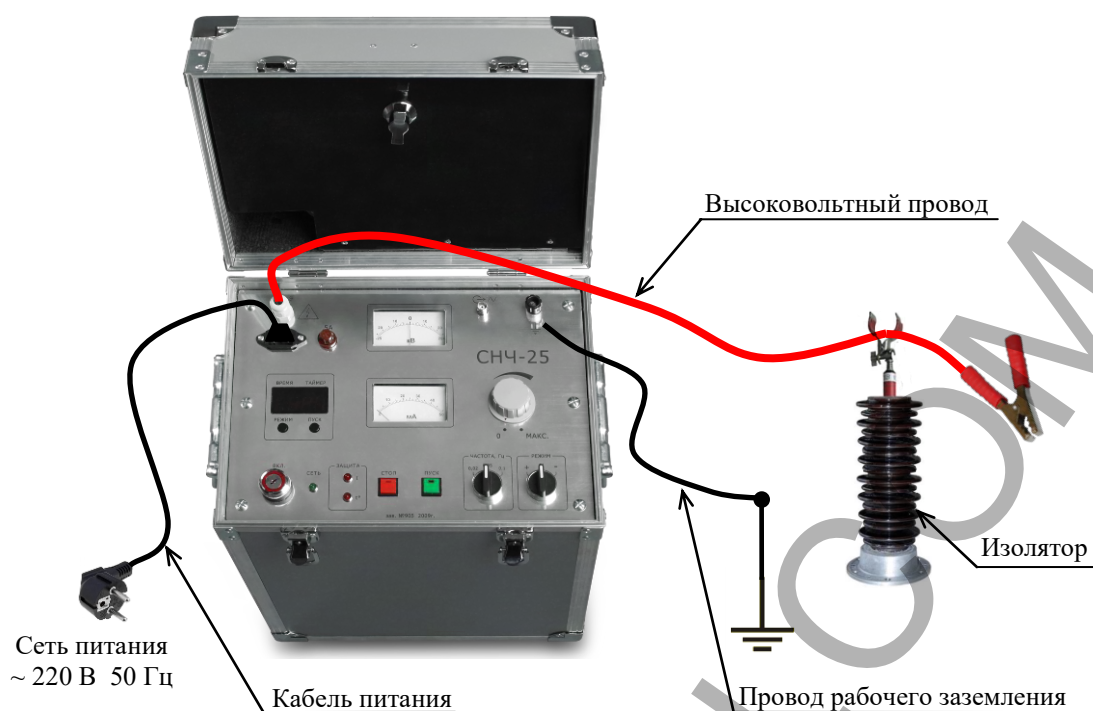

Рисунок 6 – Схема проверки работоспособности Установки с вывешиванием высоковольтного кабеля
7.5.3 Закрепить высоковольтный кабель Установки на изоляторе, так чтобы возле высоковольтного кабеля в радиусе 1 м не было заземленных объектов (см. рисунок 6).